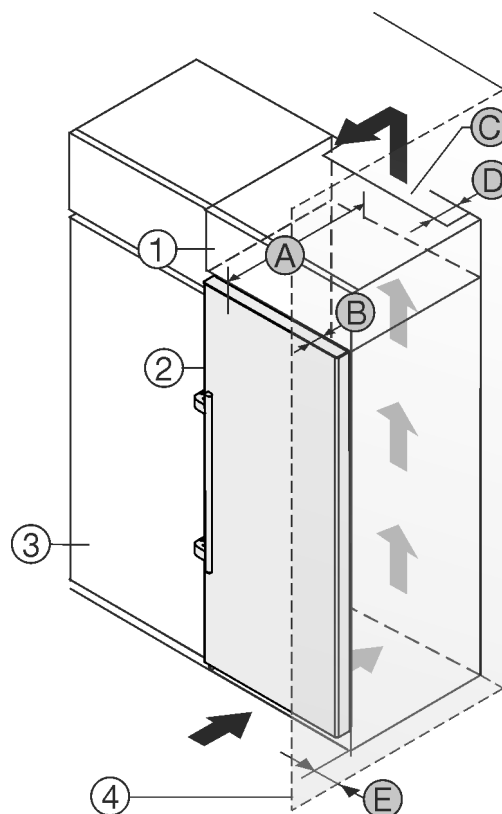

Fig. 1
- (1) Opbouwkast
- (2) Apparaat
- (3) Keukenkast
- (4) Wand
- (A) Diepte apparaat
- (B) Diepte deur
- (C) Ventilatie doorsnede
- (D) Afstand achterzijde apparaat
- (E) Afstand tot apparaatzijde
U kunt het apparaat direct naast de keukenkast Fig. 1 (3) opstellen.
Aan de achterzijde van de opzetkast moet een luchtafvoerkanaal met de diepte Fig. 1 (D) over de volledige breedte van de opzetkast aanwezig zijn.
Onder het plafond moet de ventilatie doorsnede Fig. 1 (C) worden aangehouden.
Als u het apparaat met de scharnieren naast een wand Fig. 1 (4) plaatst, moet de afstand tussen het apparaat en de wand minimaal 57 mm bedragen. Dit komt overeen met de uitsteekmaat van de handgreep bij geopende deur.
Om de deuren volledig te kunnen openen, moet het apparaat overeenkomstig de deurdiepte Fig. 1 (B) ten opzichte van het keukenkastfront uitsteken. Afhankelijk van de diepte van de keukenkasten Fig. 1 (3) en het gebruik van de wandafstandhouders kan het apparaat verder uitsteken.